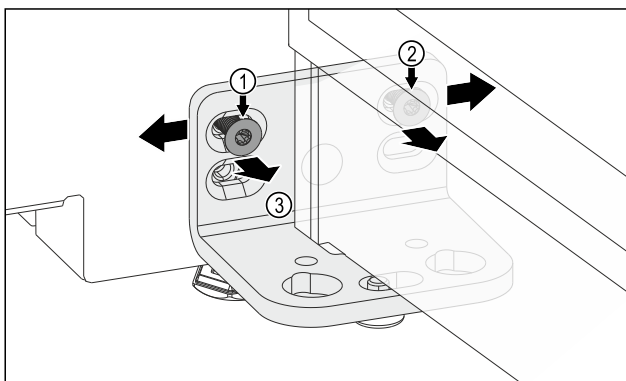

Fig. 12
- ▶ Schraube Fig. 12 (1) und Schraube Fig. 12 (2) lösen. Für Schraube Fig. 12 (2) brauchen Sie einen kurzen Winkelschraubendreher.
- ▶ Tür mit Scharnierwinkel Fig. 12 (3) nach links verschieben.
- ▶ Tür mit Scharnierwinkel Fig. 12 (3) nach rechts verschieben.
- ▶ Endposition der Tür ist erreicht: Schraube Fig. 12 (1) und Schraube Fig. 12 (2) festschrauben.